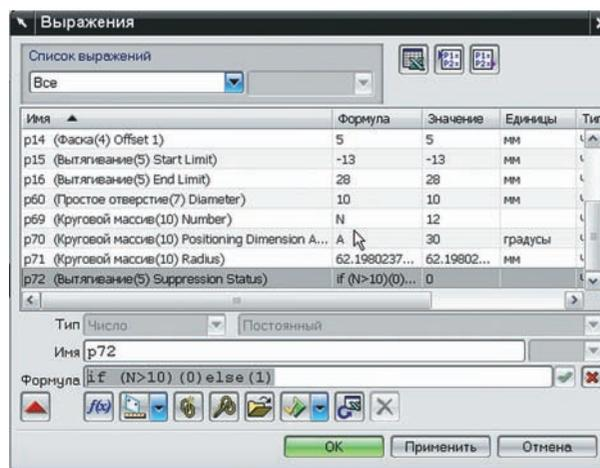

Рисунок 2.18. Задание формулы
- Выделите переменную подавления и в поле **Формула** впишите "if (N>10) (0) else (1)", нажмите **Применить** в диалоге (рис. 2.18).